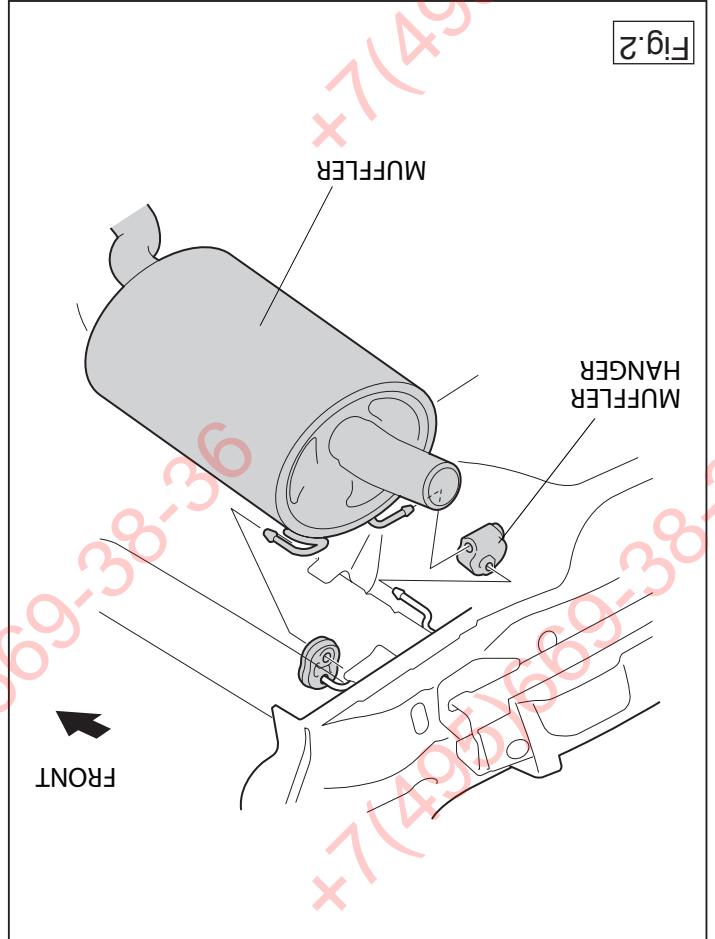

Fig. 2
2. Release the exhaust pipe from its last two holders. See figure 2.
2. Détachez l'échappement des attaches en caoutchouc postérieures. Voir la figure 2.
2. Den Auspuff aus den hintersten Gummiaufhängungen nehmen. Siehe Abbildung 2.
2. Tag udstødningen ud af de bageste ophænggummier. Se fig. 2.